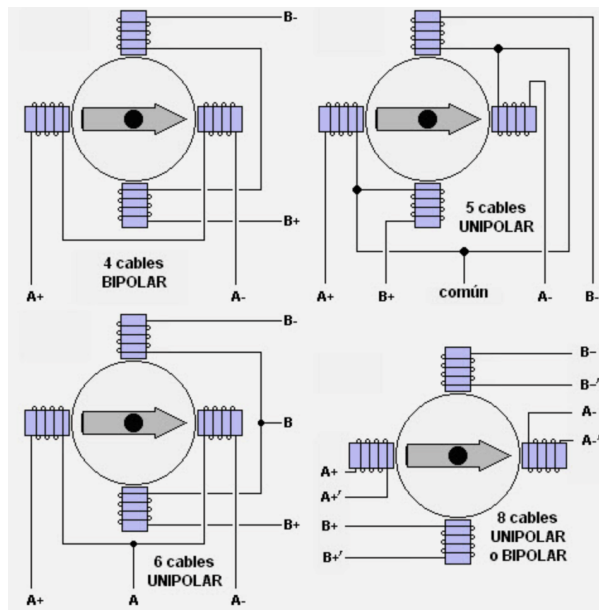

Fig. 46 Diferentes formas de excitar las bobinas del estátor de un motor paso a paso.
- *Motores paso a paso*: rotor de imán permanente y estátor bobinado conforme a lo esquematizado en la Fig. 46. Funciona alimentando las bobinas con corriente continua, en el orden y con la polaridad adecuada, como corresponda en cada momento. El rotor se alinea con alguna de las cuatro posiciones posibles cada vez. Si se excitan dos bobinas contiguas se consiguen posiciones de rotor intermedias. El controlador regula todo esto.